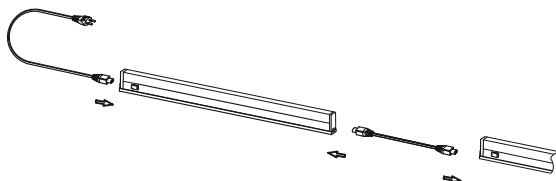

Рисунок 3
5.1.2 Конструкцией светильника предусмотрено шлейфовое соединение до десяти светильников в ряд (рисунок.3).